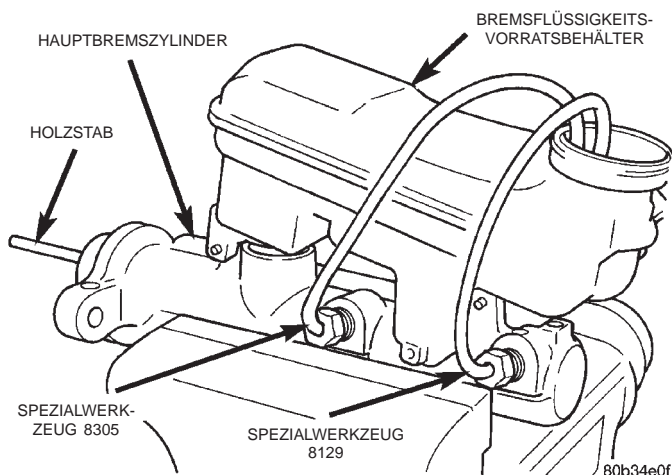

Abb. 22 Entlüften des Hauptbremszylinders
(1) Hauptbremszylinder in einen Schraubstock einspannen (Abb. 22).
(2) Die richtigen Entlüftungswerkzeuge aus den Spezialwerkzeugspaketen 8129 und 8305 an den Hauptbremszylinder ansetzen. Die offenen Enden in den Vorratsbehälter einführen. Dann die Entlüftungsleitungen an die Auslassöffnungen des Hauptbremszylinders anschließen (Abb. 22).
(3) Vorratsbehälter für Bremsflüssigkeit mit einer Bremsflüssigkeit befüllen, die den Anforderungen gemäß DOT 3 entspricht, wie Mopar-Bremsflüssigkeit oder ein gleichwertiges Produkt.
(4) Mit einem Holzstab gemäß (Abb. 22) die Kolbenstange langsam in den Zylinder hineindrücken und die Kolben wieder in ihre Ausgangsstellung zurückkehren lassen. Diesen Vorgang mehrfach wiederholen, bis alle Luftblasen beseitigt sind.
(5) Entlüftungsleitungen vom Hauptbremszylinder lösen, Auslassöffnungen verschließen und Verschlusskappen wieder anbringen.